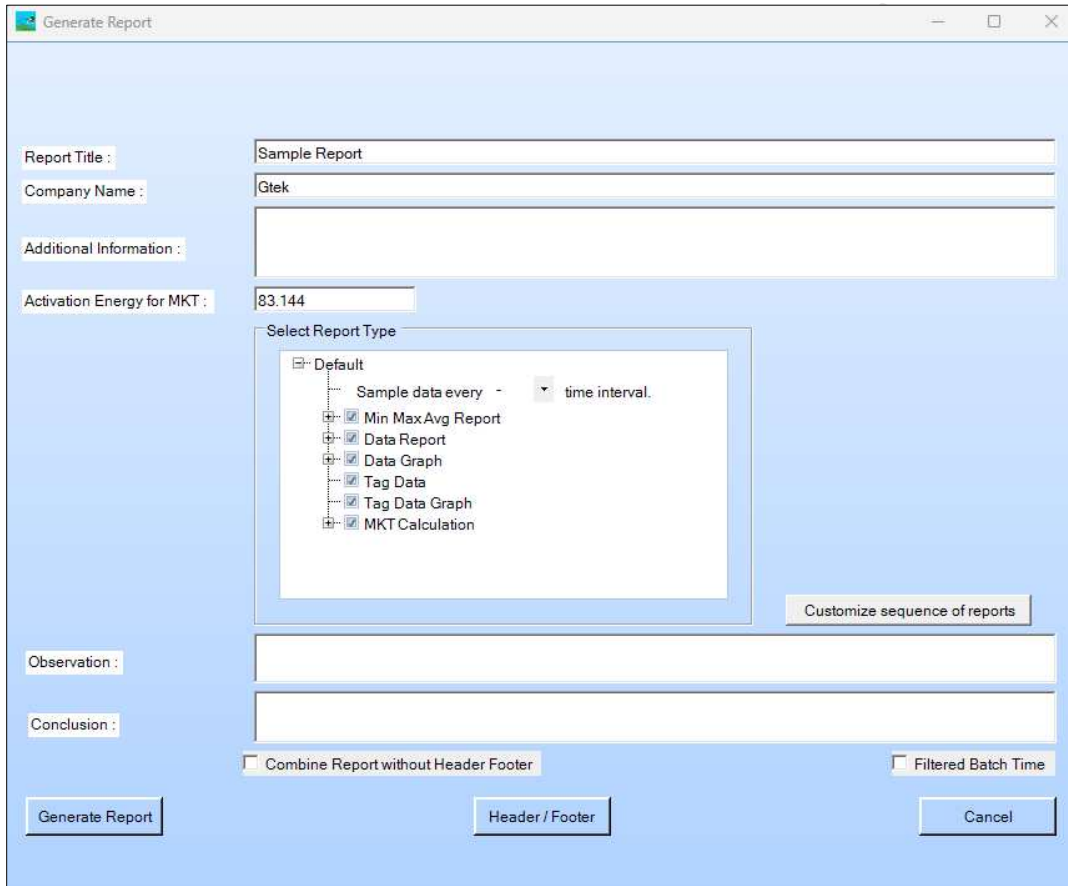

Figura 27 Complete las opciones para generar el informe de datos en PDF
- Para generar el informe PDF, haga clic en el  icono y complete los detalles que se incluirán en el informe de datos PDF como se muestra en la figura 27.